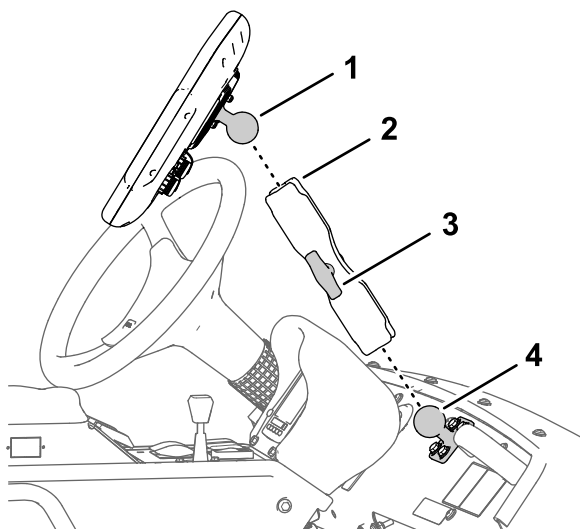

图 131
3. 松开监控器臂上的旋钮直至可以将打药车监控器后部接头上的球形枢轴和仪表板安装支架的球形枢轴同时滑入槽形监控器臂图 131。
4. 从驾驶员座椅左侧座椅处调节打药车监控器的位置以便您可以方便地看到显示屏图 131。
5. 用手拧紧监控器臂的旋钮图 131。